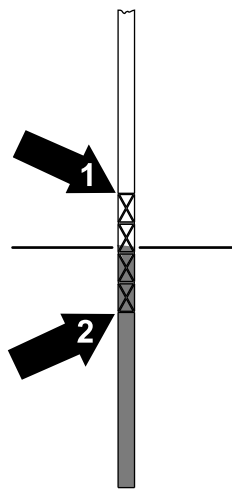

Figure 55
5. Ressortez la jauge et contrôlez le niveau de liquide (Figure 55).
6. Si le niveau de liquide est en-dessous du repère inférieur approprié sur la jauge, faites l'appoint de liquide hydraulique spécifié. Insérez la jauge dans le réservoir et répétez les opérations 3 à 5 jusqu'à ce que le niveau de liquide se situe entre les repères supérieur et inférieur (Figure 55) sur la jauge.